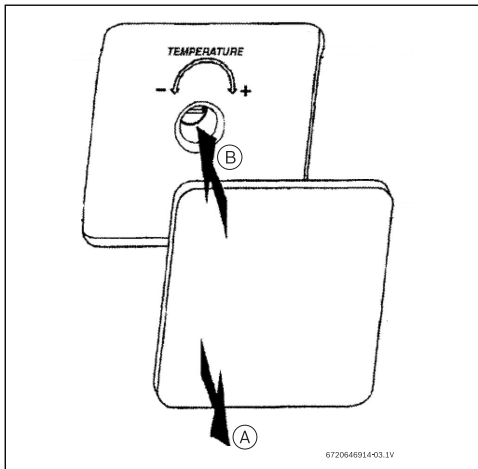

Fig. 7 Tige de réglage de la température
- ▶ Régler la vanne d'isolement de sortie jusqu'à ce que l'eau coule au robinet selon le débit et la température recommandés. Consulter l'Annexe page 12: Réglage du débit par rapport à la température. Si la température requise est différente des paramètres d'usine 113°F, tourner la tige de réglage (Fig. 7 ) jusqu'à atteindre la température à la sortie souhaitée.
- ▶ Retirer la plaque signalétique en suivant la direction indiquée par la flèche A (Fig. 7 ).
- ▶ À l'aide d'un tournevis, tourner la tige de réglage pour régler la température, comme indiqué par la flèche B (Fig. 7 ).